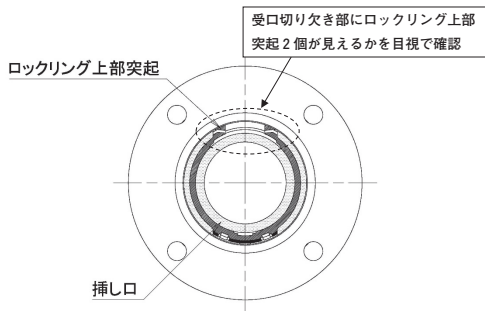

図16 挿し口挿入後のロックリングの位置確認(正常な状態)
- (2) 挿し口挿入後、ロックリングが正規の位置にあるかを目視で確認する(図16)。管頂切り欠き部の間に、ロックリングの上部突起2個が見えていれば正規の位置である。正規の位置からずれている場合は、挿し口管を持ち上げながら回転させるか、マイナスドライバー等で回転止め突起を回して正規の位置にセットする。